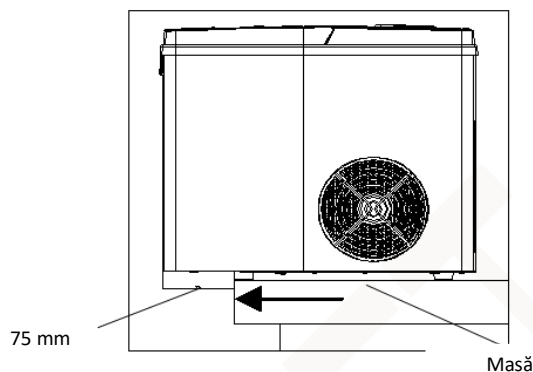
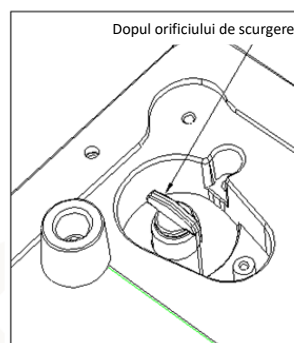
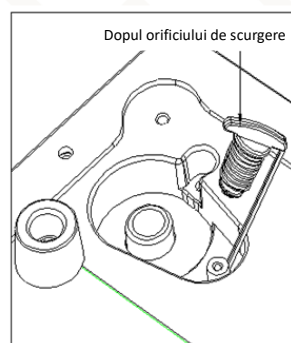

Fig. 3
Fig. 4
Fig. 5
3. Deplasați aparatul aproximativ 75 de mm peste marginea mesei, apoi scoateți dopul orificiului de scurgere pentru a elimina apa în exces (a se vedea Fig. 3, Fig. 4 și Fig. 5).